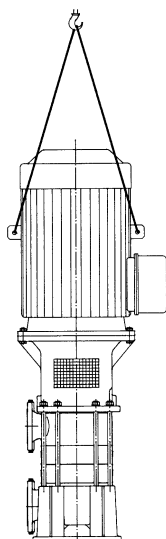

рис. 1
- Насос (агрегат) можно поднимать только за такие прочные части, как рама, корпус или рым-болты двигателя согласно Рис. 1, показывающим погрузку с помощью крана.